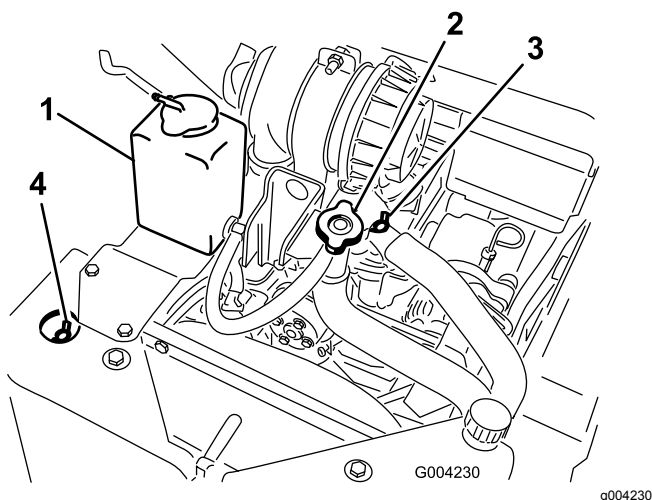

Рисунок 51
- A. Снимите крышку заливного отверстия охлаждающей жидкости (Рисунок 51).
- B. Откройте передний и верхний воздушные клапаны системы охлаждения (Рисунок 51).
тех пор, пока охлаждающая жидкость не начнет выходить из переднего воздушного клапана системы охлаждения (Рисунок 51).
- D. Закройте передний воздушный клапан системы охлаждения (Рисунок 51).
E. Заливайте охлаждающую жидкость в горловину заливного отверстия до тех пор, пока охлаждающая жидкость не начнет выходить из верхнего воздушного клапана системы охлаждения (Рисунок 51).
F. Закройте верхний воздушный клапан системы охлаждения (Рисунок 51).
G. Заливайте охлаждающую жидкость в горловину заливного отверстия до тех пор, пока охлаждающая жидкость не покажется в отверстии горловины (Рисунок 51).
H. Установите на место крышку заливного отверстия охлаждающей жидкости (Рисунок 51).